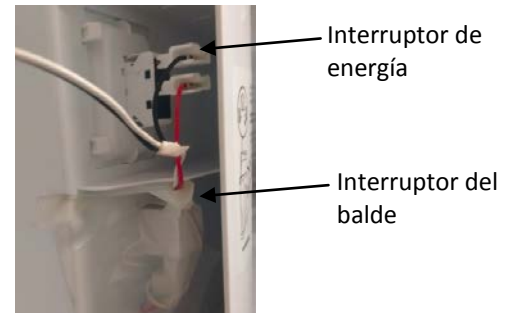

Figura 10: Conexiones del interruptor de energía y del interruptor del balde
- 8) Verifique que las conexiones del interruptor de energía y el interruptor del balde estén firmes. Las conexiones de los interruptores se encuentran dentro de la cubierta de la fábrica de hielo, en el lateral (**Figura 10**).